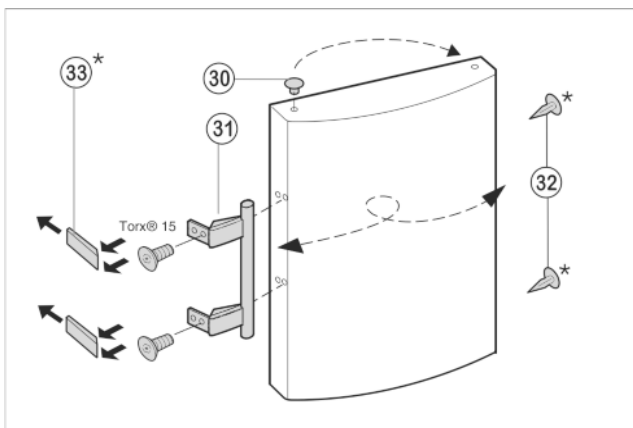

Fig. 8
- ▶ Enlever le bouchon Fig. 8 (30) du coussinet de la porte et le mettre de l'autre côté.
- ▶ Démontez la poignée de porte Fig. 8 (31), le bouchon Fig. 8 (30) et les plaques d'appui Fig. 8 (33) puis les repositionner sur le côté opposé